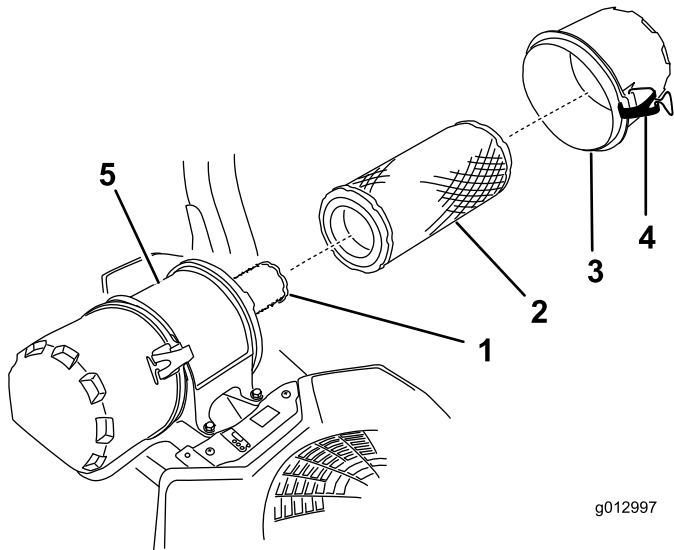

Bild 32
6. Lösen Sie die Riegel am Luftfilter und ziehen Sie die Abdeckung von der Luftfilterabdeckung ab (Bild 32).
- Schieben Sie den Außenfilter vorsichtig aus dem Luftfiltergehäuse heraus (Bild 32).
- Wenn Sie den Innenfilter auswechseln, schieben Sie ihn vorsichtig in das Filtergehäuse (Bild 32).
- Schieben Sie den Außenfilter vorsichtig auf den Sicherheitsluftfilter (Bild 32).